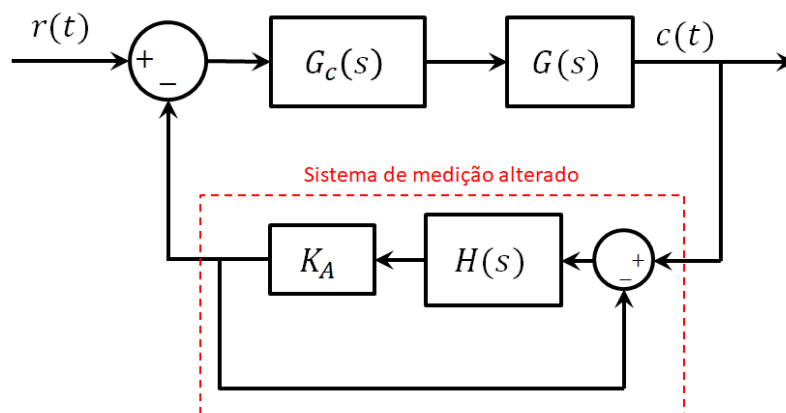

Figura 2
- Você decide tentar melhorar a resposta transitória da malha de controle, porém sem aumentar significativamente o erro em regime permanente, alterando o sistema de medição. Para tanto, você emprega um amplificador de ganho  $K_A$  e um sistema de realimentação unitário, como mostra a Figura 2. Obtenha a nova função de transferência do sistema de medição e a nova função de transferência em malha fechada do sistema de controle. Explícite a nova constante de tempo e a nova sensibilidade estática do sistema de medição colocando-as em função dos parâmetros.